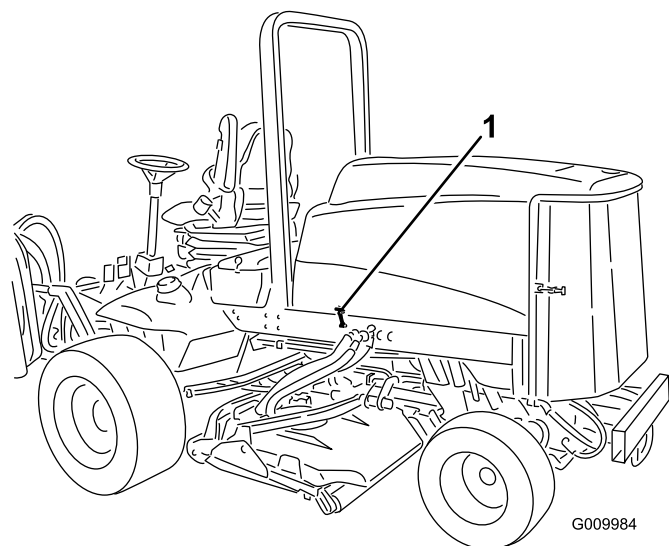

Figura 3
- Desenganche el cierre del capó del cerradero del capó (Figura 3).